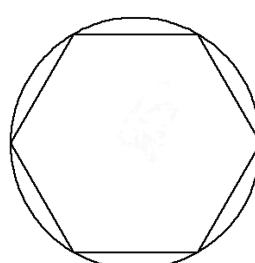

图 3-25 绘制圆和内接正六边形
2) 在【功能区】选项板中选择【常用】选项卡，在【绘图】面板中单击【正多边形】 按钮，绘制以圆的圆心为中心点，且内接于该圆的正六边形，如图 3-25 所示。